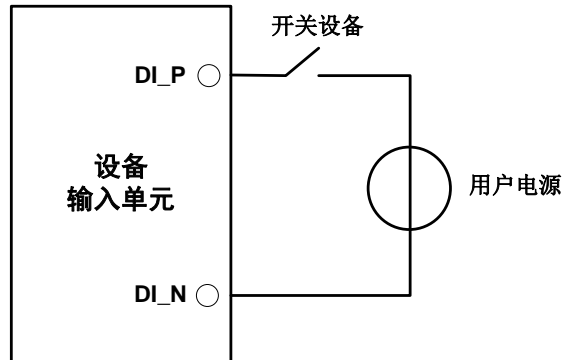

图 4.4 DI 网络连接示意图
- 1) 定时记录模式用于定时采集外部设备的开关状态，如阀门的闭合与开启、电动机的启动与停止、触点的接通与断开等，连接示意图如图 4.4 所示。